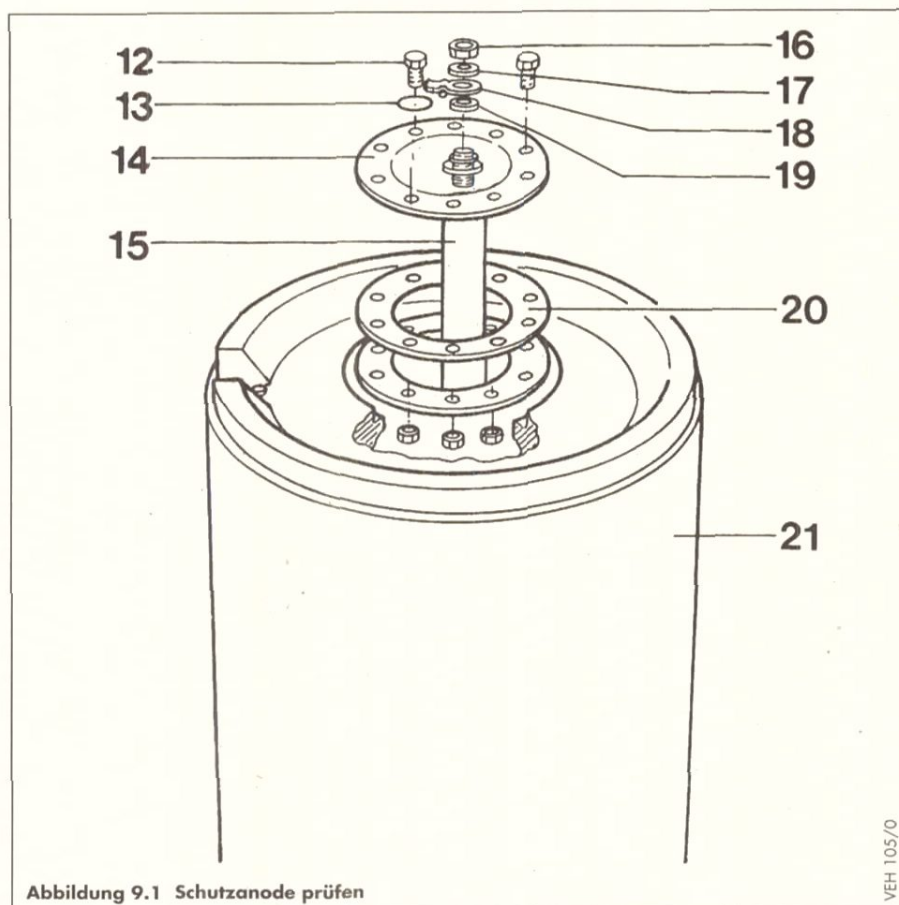

Abbildung 9.1 Schutzanode prüfen
Magnesium-Schutzanode prüfen: Sie hat bei normalen Betriebsbedingungen eine Lebensdauer von etwa 5 Jahren. Sie sollte jedoch regelmäßig bei jeder Wartung herausgeschraubt (Abbildung 9.1) und auf Abtragung geprüft werden. Dazu ist der Flanschdeckel (14) nach Lösen der Schrauben (12) nach oben herauszuziehen. Die Magnesium-Schutzanode (15) braucht für die Überprüfung nicht vom Flansch abgeschraubt zu werden. Der Durchmesser muß mindestens 12 mm betragen und die Oberfläche ausreichend homogen sein.
Die neue Schutzanode ist entsprechend Abbildung 9.1 einzubauen. Dabei ist darauf zu achten, daß der Flansch im Bereich der Zahnscheibe (19) metallisch blank ist. Anschließend ist die
Legende zu Abbildung 9.1